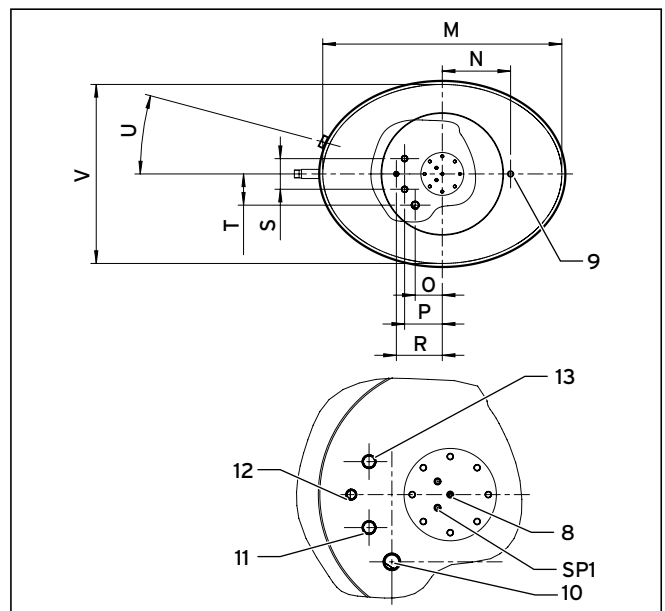

Рис. 3.7 Присоединительные размеры накопителя auroSTOR VPS SC 1000, вид сверху
- Установите трубопровод для подключения холодной воды (13, рис. 3.7) с соединительным уголком и необходимыми устройствами безопасности.
- Установите трубопровод для подключения подающей линии дополнительного нагрева воды (10, рис. 3.7) с соединительным уголком.
- Установите трубопровод для подключения горячей воды (11, рис. 3.7) с соединительным уголком.
- При необходимости установите циркуляционную линию в месте подключения этой линии (12, рис. 3.7) с соединительным уголком.